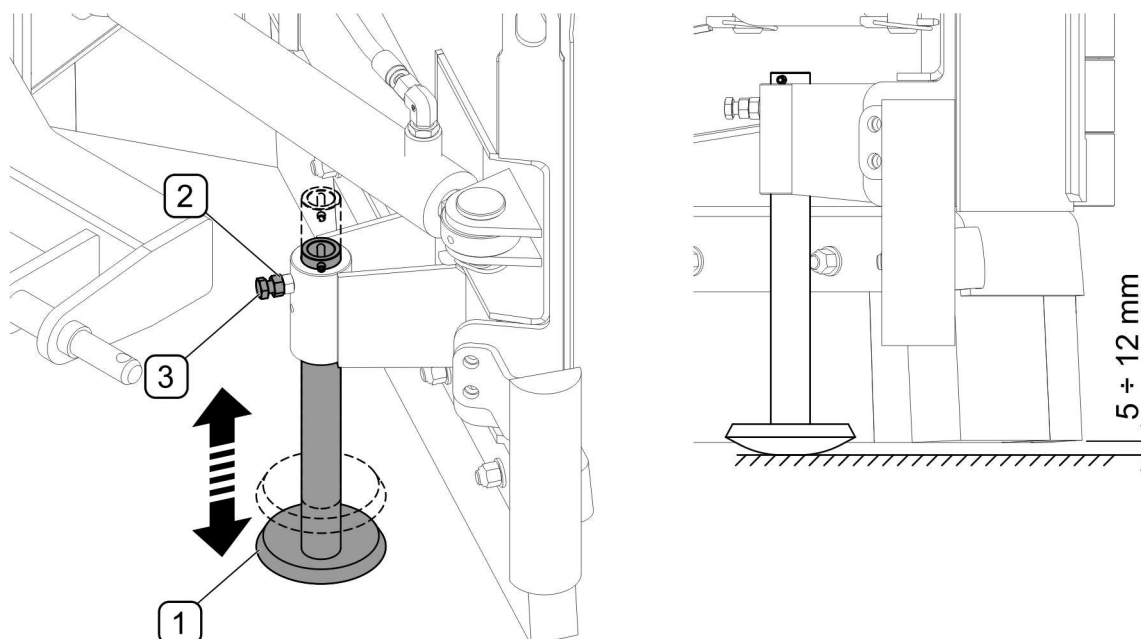

РИСУНОК 4.5 Регулирование рабочей высоты в снегоотвалах, оснащенных
В снегоотвалах, оснащенных скользящими (РИСУНОК 4.5), для регулировки рабочей высоты необходимо слегка отвинтить гайку (2) и болт (3) и соответственно выдвинуть или убрать скользящий (1) из направляющей. После выбора высоты скользящий необходимо зафиксировать, закрутив болт (3) и гайку (2). Регулирование левого и правого скользящего осуществляется аналогичным способом. Скользящие правого и левого